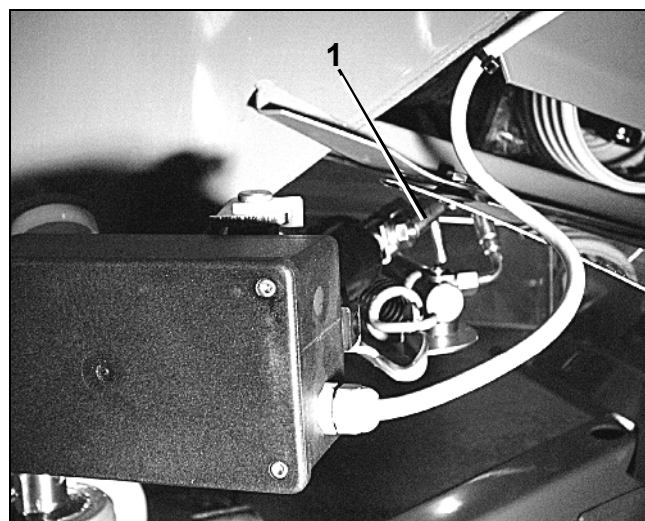

Fig. 89
**Fixar a barra de impulsão desengatada (Fig. 89) com meios auxiliares para impedir que oscilem para a área de trabalho do cilindro hidráulico.**